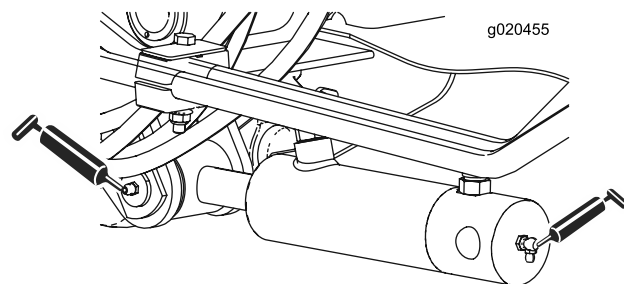

Рисунок 79
- Втулки цилиндров подъемных рычагов (2 шт. с каждой стороны) (Рисунок 79)